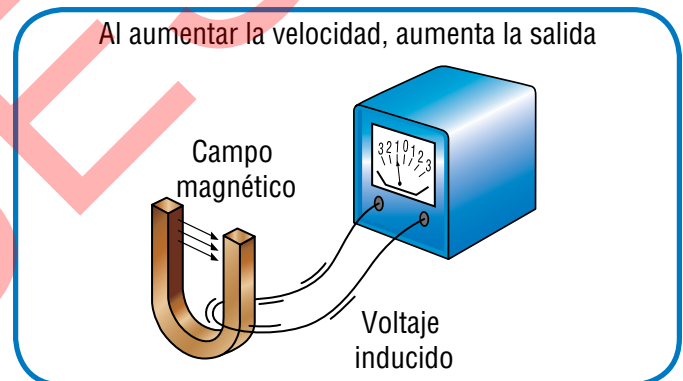

Figura 3 – Si se aumenta la cantidad de veces que el alambre pasa a través del campo magnético, aumenta el voltaje
- Aumentar el movimiento del campo magnético (velocidad del motor) (Figura 3). Mientras que la mayoría de las máquinas accionadas por motor tienen una velocidad de soldadura fija, hay algunos modelos que cambian la velocidad del motor dependiendo de la potencia que se necesita.